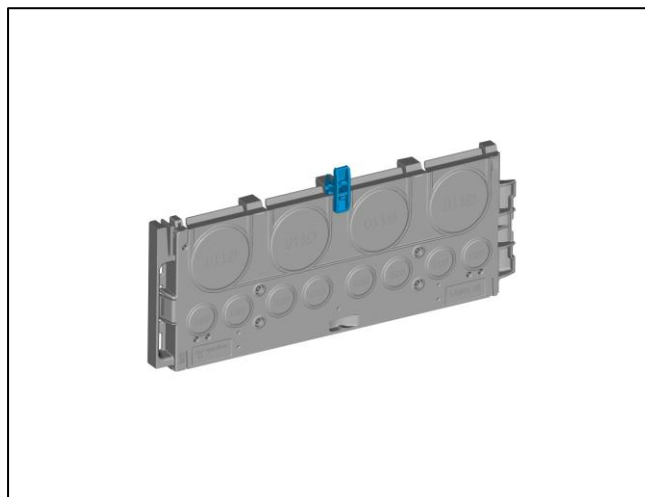
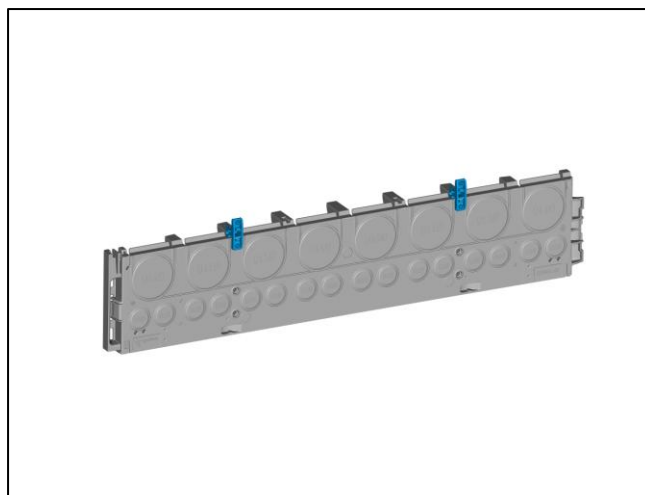

Abb. 15
Abb. 16
- Bei umgedreht eingebautem Rahmen Universalverbinder (2) anbringen.
- Position und Anzahl siehe (Abb. 15 und Abb. 16)